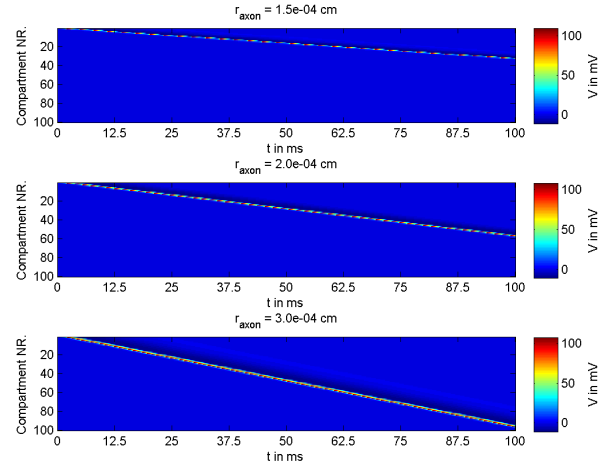

Figure 5. Veränderung des Parameters $r_{axon} = [1.5, 2.0, 3.0] e - 4 cm$
- d) Da der Radius des Axons im Nenner steht wird die Leitfähigkeit des Axons mit steigendem Radius verbessert. Daher hat eine Veränderung des Radius eine umgekehrte Wirkung wie die Veränderung der Compartment-Länge oder des spezifischen Widerstandes. (Im Plot nicht abgebildet: Es kann auch hier zur Auslöschung des Aktionspotentials kommen, wenn der Radius zu klein gewählt wird.) (vgl. Abb. 5)